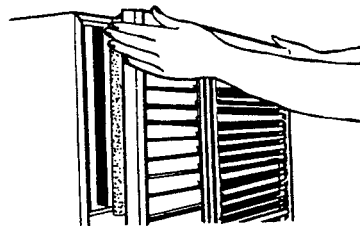

Fig. 10 Abb. 10 第10图
3. Pull the front cover from left side. Fig. 10.
3. Frontplatte von der linken Seite abziehen. Abb. 10.